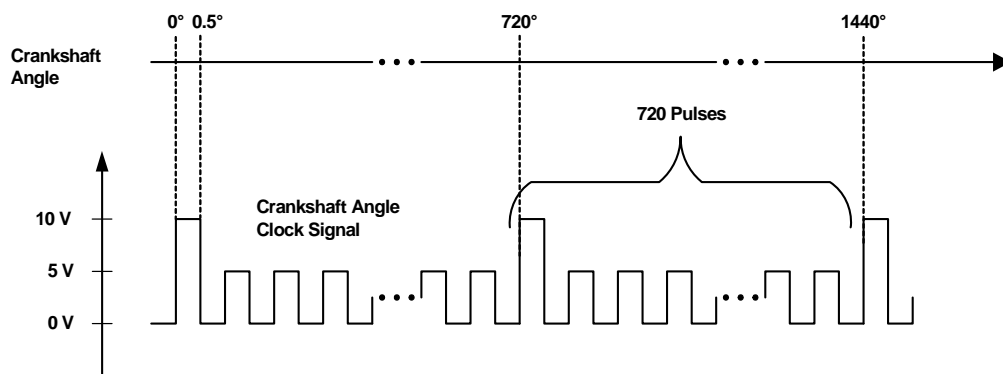

Abb. 9-8 Winkeltaktsignal zur Synchronisation auf den Nulldurchgang des Nockenwellenwinkels und Berechnung der Winkelstellung des Motors
Zur Durchführung von zum Kurbelwellenwinkel synchronen Messungen benötigt die ES1334.2 Informationen über die Winkelstellung des Motors. Diese Informationen ermittelt die ES1334.2 aus dem Winkeltaktsignal, das ihr an der Frontplatte über den „SYNC“-Eingang zugeführt wird. Das Winkeltaktsignal (siehe Abb. 9-8) wird von einem ES1332.1 Arbitrary Signal Generator Board erzeugt und ermöglicht die Synchronisation auf den Nulldurchgang des Nockenwellenwinkels und die Berechnung der Winkelstellung des Motors.
- des Winkeltaktsignals (siehe Abb. 9-8) oder